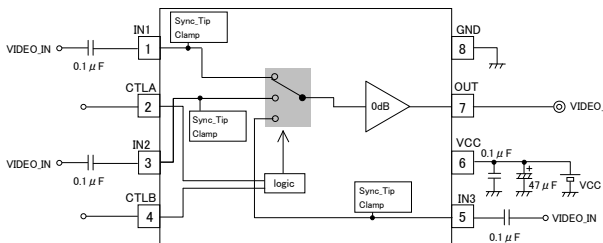
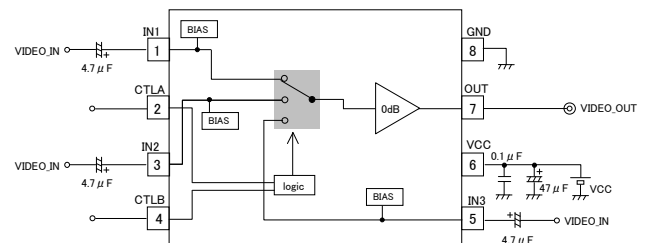

Fig.9 BH76332FVM
Fig.10 BH76333FVM
また、ビデオ信号入力時のサグ特性を評価してコンデンサ容量を決定する場合には、Fig.10 に示す H-bar 信号とよばれる横縞の信号が適していますので、カラーバー信号だけのような信号による特性評価も行い、容量を決定されるようお願いいたします。
11. 75 Ω ドライバ非内蔵機種[BH76332FVM・BH76333FVM]の周波数特性は応用回路例(Fig.9, Fig10)にて測定時に 100kHz/30MHz : 0dB(Typ.) となっておりますが、IC の出力端子から GND に対して 1kΩ~2kΩ 程度の抵抗を付加していただくことでより周波数特性を向上させることができます(付加する抵抗の下限値は 1kΩとしてください)。なおこの場合、付加した抵抗と IC の出力抵抗により出力が分圧されるため、ゲインが低下します。